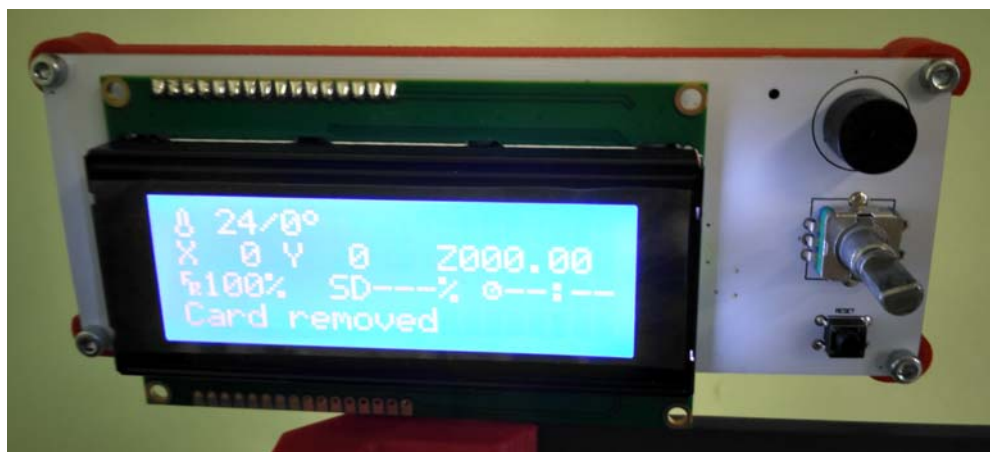

Рис. 1
1. Сразу после включения собранный принтер инициализируется, а его дисплей начинает светиться голубым цветом и на нем появляются надписи (рис. 1).
Справа от дисплея размещены органы управления (см. рис. 1). Сверху – по всей видимости, датчик освещения, позволяющий автоматически менять яркость дисплея (с датчика нужно отклеить защитную бумажку). Ниже – хвостовик «вертушки», похожей на переменный резистор, которая служит для работы с меню. Никакой ручки в комплекте деталей не предусмотрено, – видимо, изготовители считают, что желаемые ручки, а заодно и внешние корпуса для плат пользователи могут напечатать сами. Внизу справа находится кнопка reset, но она не работает – при нажатии этой кнопки никакой реакции не происходит.